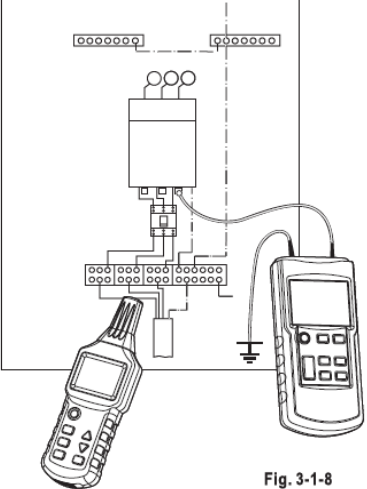

Fig. 3-1-8
3. Připojte vysílač způsobem znázorněným na obrázku Fig 3-1-8.